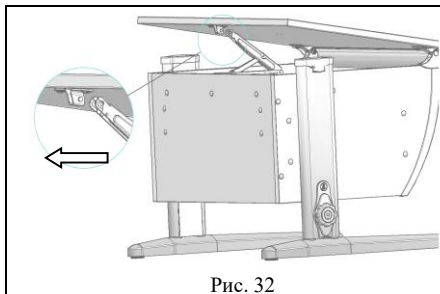

Рис. 32
5.7.2. Фиксатор столешницы Multiflex верхней частью ввести в кронштейн верхний, согласно рис. 32; 32а.
Рис. 32а